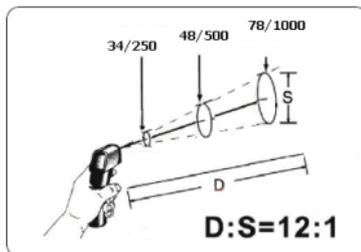

Рис.8.1 Пояснение показателя оптического разрешения (D:S) для АКИП-9302
Для того чтобы измерить температуру объекта, направьте прибор на объект. Убедитесь в том, что объект находится в поле зрения, и нажмите курок-кнопку. При этом включается питание прибора. Встроенный лазерный указатель (лазер) используется только для наведения на середину измеряемой зоны (см. рис.8.1). После завершения измерения на индикаторе отображается символ «**HOLD**» и выводится результат. Произведите считывание результата. При необходимости включите подсветку дисплея.
Убедитесь в том, что зона объекта (поверхность на которой производится измерение температуры) больше, чем требуемая зона измерения (рис.8.1). В противном случае переместите прибор ближе к измеряемой поверхности для обеспечения более точного измерения температуры за счет уменьшения контролируемой зоны. Для максимального снижения возможной погрешности измерений, убедитесь в том что, зона измерения как минимум в 2 раза меньше площади поверхности объекта.
Показатель оптического визирования пирометра (FOV) определяется как воображаемый геометрический угол попадания потока ИК излучения от объекта в приёмник и выражается отношением расстояния до объекта (D) к диаметру пятна съема (S) теплового излучения на измеряемой поверхности (см. рис. 8.1)